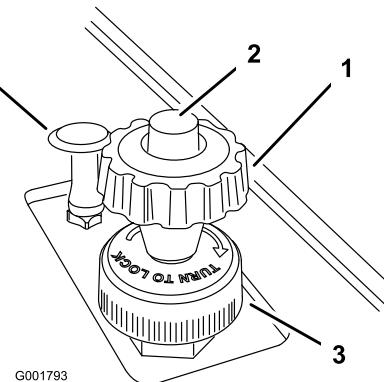

Figura 23
2. Pulse el botón de la parte superior del pomo del limitador de velocidad y tire hacia arriba del mismo hasta que note que toca el pedal del acelerador, luego suelte el botón (Figura 23).
4. Cuando haya logrado el ajuste deseado, puede bloquearlo girando la anilla de bloqueo en la base del limitador de velocidad en el sentido de las agujas del reloj hasta que haga tope (Figura 23). Para soltar este bloqueo, gire la anilla de bloqueo en el sentido contrario a las agujas del reloj hasta que quede suelta.